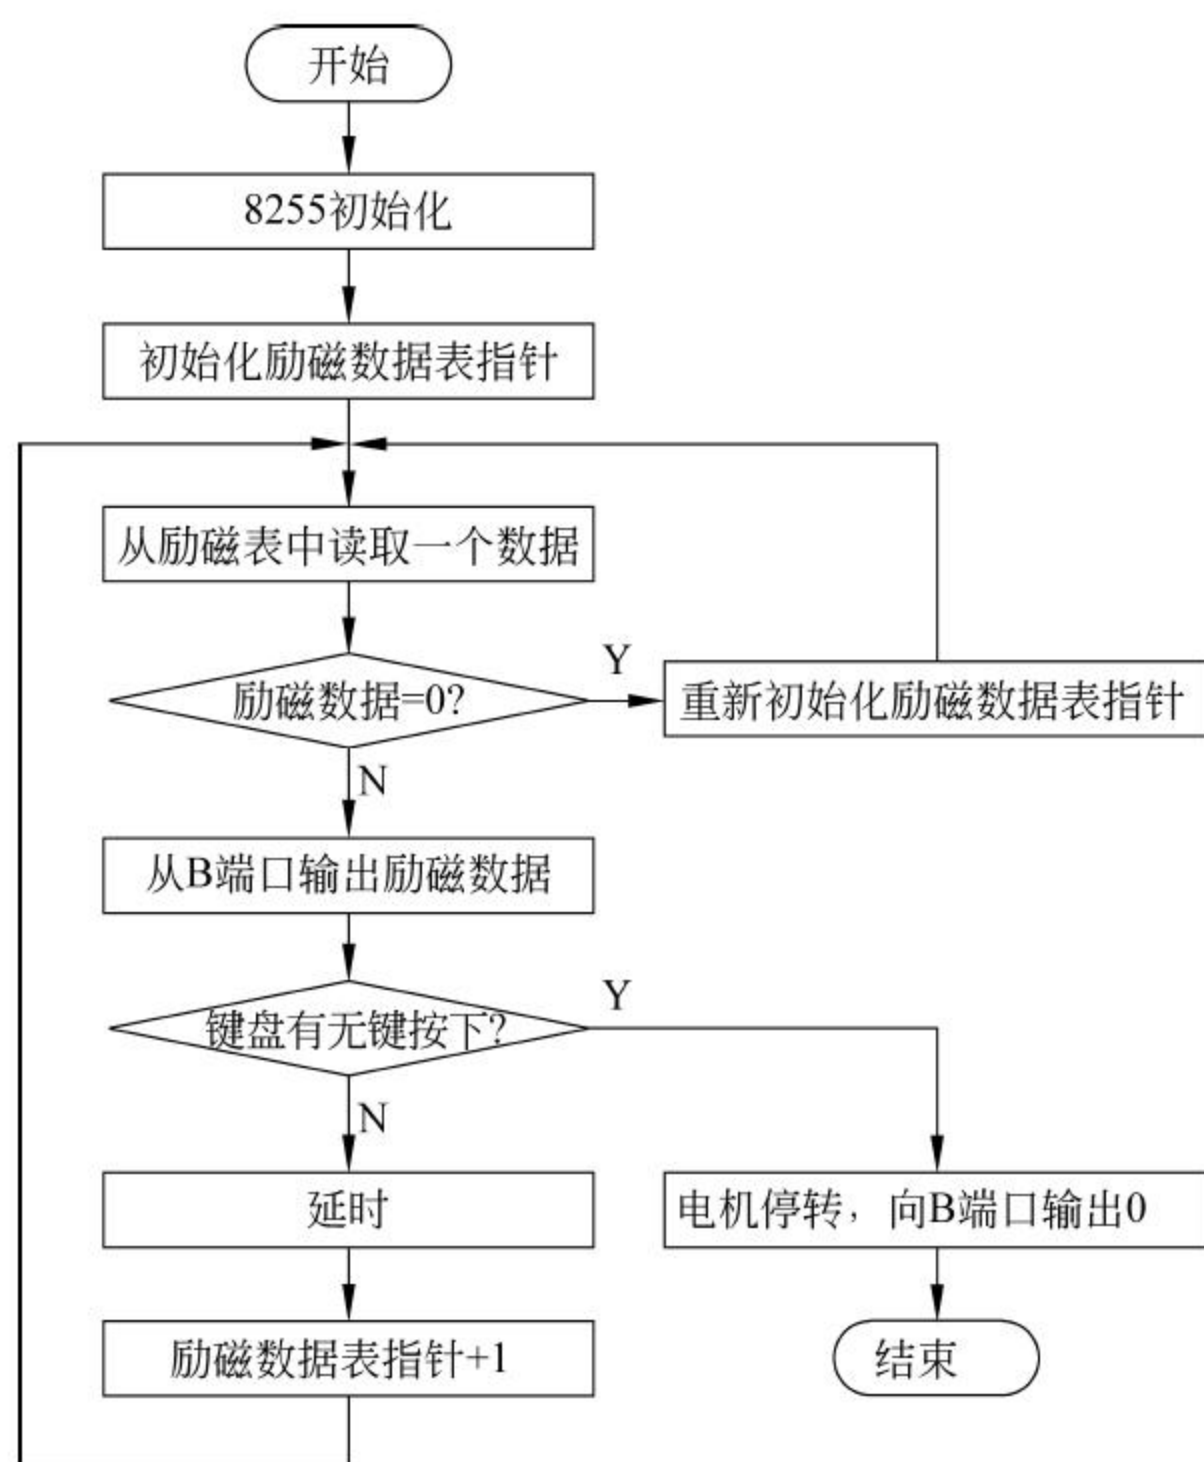

图 11-18 步进电机实验程序流程图
- (2) 运行 Tdpit 集成操作软件,查看端口资源分配情况。记录与所使用片选信号对应的 I/O 端口起始地址。
- (3) 参考图 11-18 所示流程编写实验程序,然后编译链接。
- (4) 运行程序,观察步进电机的转动情况(注:步进电机不使用时请断开连接器,以免误操作使电机发热烧毁)。